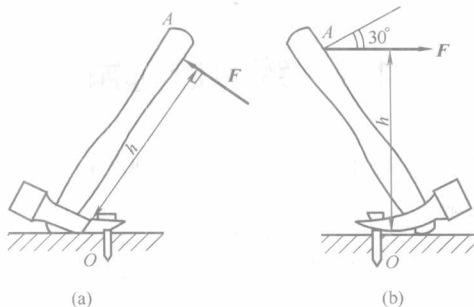

图 1.1 小手锤拔钉子
例 1.1 图 1.1(a)、(b)所示为用小手锤拔起钉子的两种加力方式。两种情形下，加在手柄上的力 F 的数值都等于 100N，方向如图 1.1 所示，手柄长度 $l=300\text{mm}$ 。试求：两种情况下，力 F 对点 O 之矩。
(1) 图 1.1(a)中的情形。
(2) 图 1.1(b)中的情形。